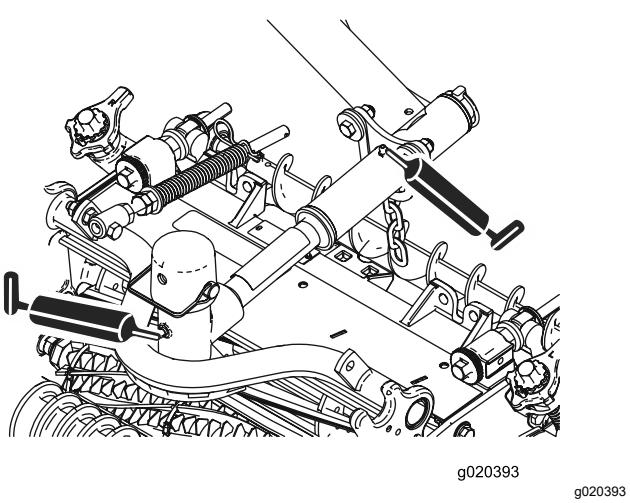

Figura 51
- Pivotes de las unidades de corte (2 en cada) (Figura 51).